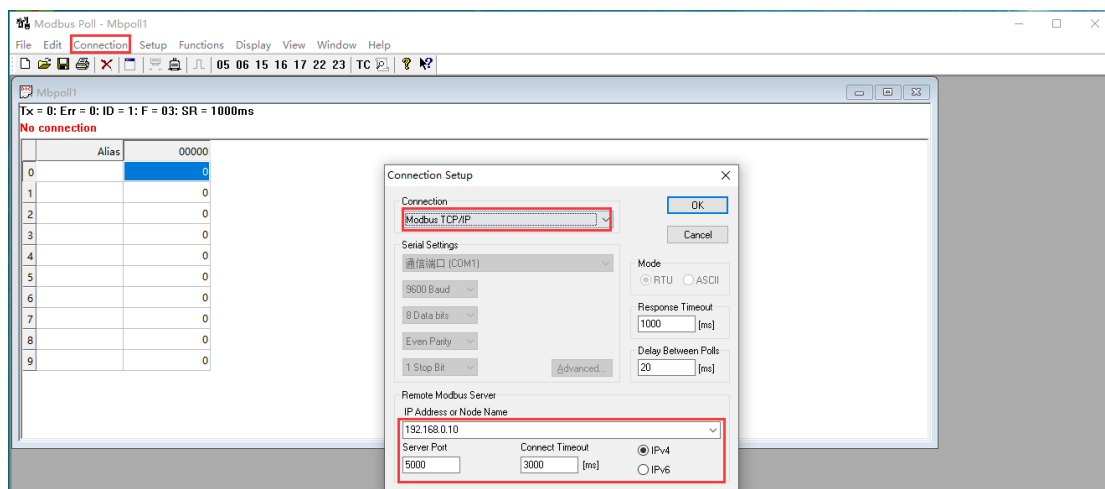

图 6-24 MODBUS_TCP 主机参数设置
4) 点击“Connection”，创建连接，MODBUS_TCP 端设置参数如图 6-24 所示。